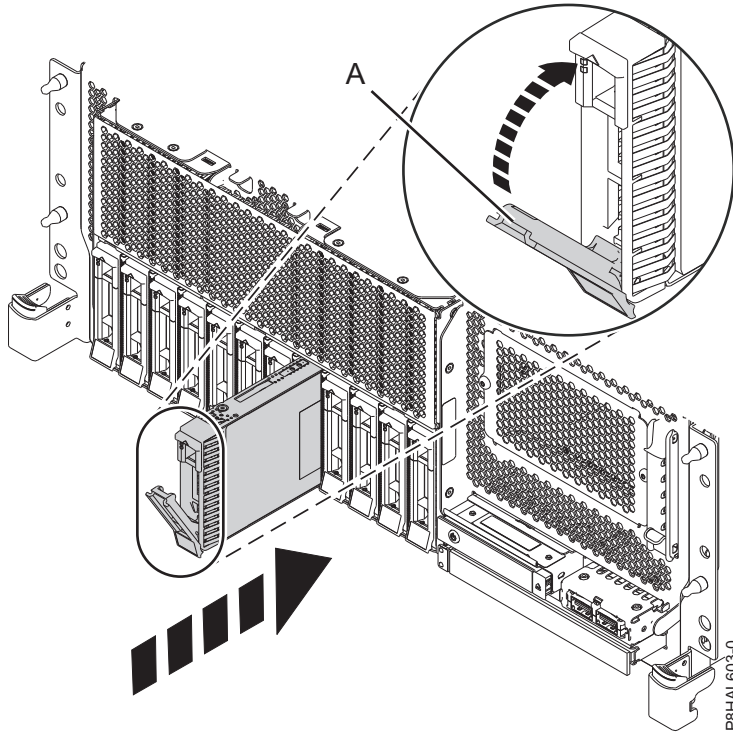
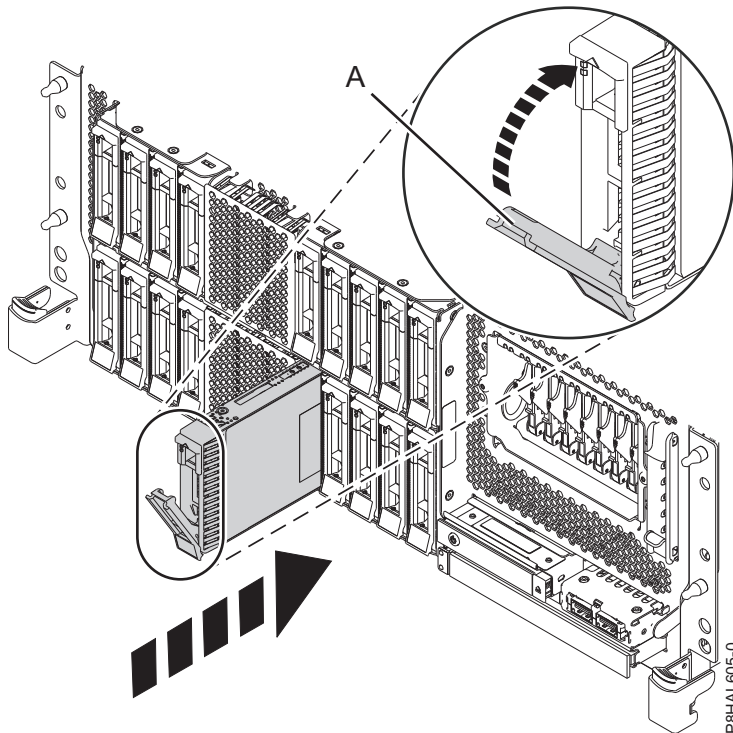

Figure 34. Installation d'une unité de disque dans un système à fonction de base monté en armoire
Figure 35. Installation d'une unité de disque dans un système à fonction étendue monté en armoire
4. Déverrouillez la poignée de la baie d'unité (A) en appuyant dessus et en la tirant vers vous. Si la poignée n'est pas complètement sortie, vous ne pouvez pas insérer l'unité dans le système. Voir figure 34, à la page 40, figure 35, à la page 40, figure 36, à la page 41 et figure 37, à la page 42.
9. Lorsque le voyant d'identification s'allume et reste fixe, faites glisser complètement l'unité dans le système et poussez complètement la poignée (A) de l'unité jusqu'à ce qu'elle se verrouille. Voir : figure 34, à la page 40, figure 35, à la page 40, figure 36, à la page 41, et figure 37, à la page 42.